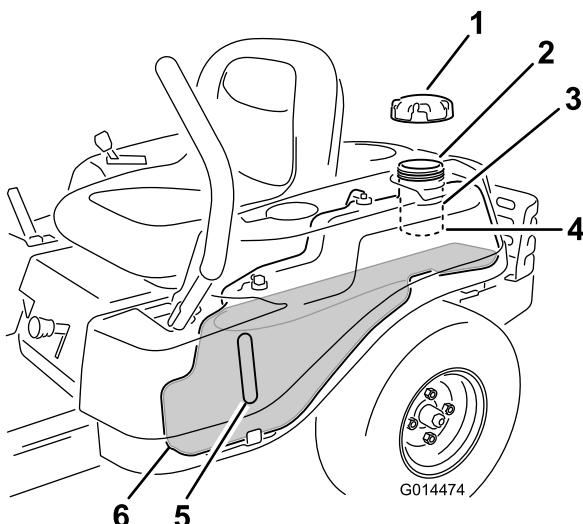

Figura 9
**Nota:** Puede utilizar la mirilla de combustible para verificar la presencia de gasolina antes de llenar el depósito (Figura 9).